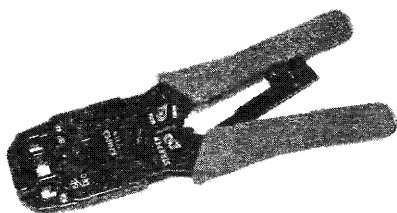

Рис. 1.18. Пассатижи для опрессовки разъемов
- пассатижи для установки и опрессовки разъемов (кримперы) – рис. 1.18;